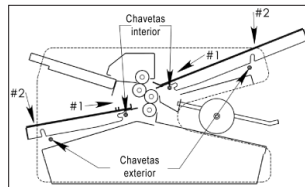

Fig. 5
2. etapa: Descienda la mesa de plegado sobre los pasadores exteriores. Repita las etapas 1 y 2 para montar la segunda mesa de plegado (véase ilustración 5).